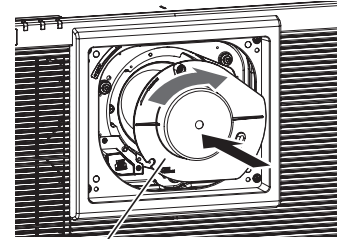

図 2
2) 投写レンズの目印 (オレンジ色) を、本体の目印 (LOCK の左側にある ○) に合わせて差し込み、投写レンズを時計方向に回しきる (図2)
3) 付属のレンズホールカバーを取り付ける（図 2）